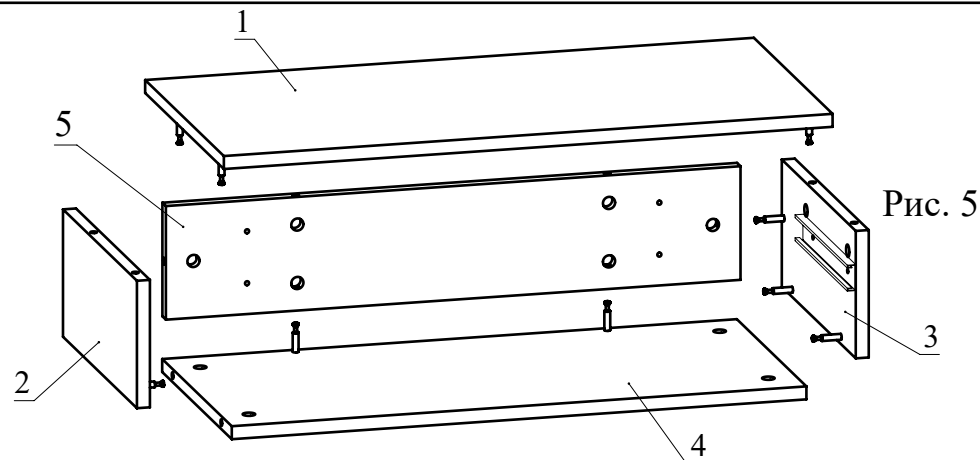

Рис. 5
4. Соберите сборку согласно схемы (Рис. 5), затягивая головки минификсов конфирматным ключом по часовой стрелке до упора.